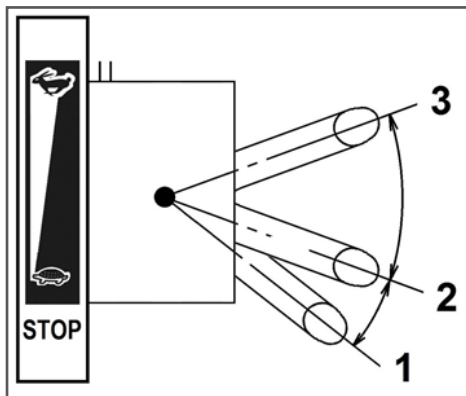

Рис. 14 Рычаг газа (вид сверху)
в сторону положения максимальных оборотов двигателя (Рис. 14).
При возникновении аварийной ситуации, для экстренной остановки мотокультиватора переведите рычаг газа в положение 1 (Рис. 14).
1. Переведите двигатель в режим холостого хода, для этого переведите рычаг газа в положение 2 холостых оборотов двигателя (Рис. 14) и дайте двигателю поработать примерно 1 минуту.
2. Переведите рычаг газа в положение 1 (Рис. 14).
Для изменения скорости движения мотокультиватора на каждой передаче пользуйтесь рычагом газа (Рис. 14) (следите, чтобы двигатель не заглох).